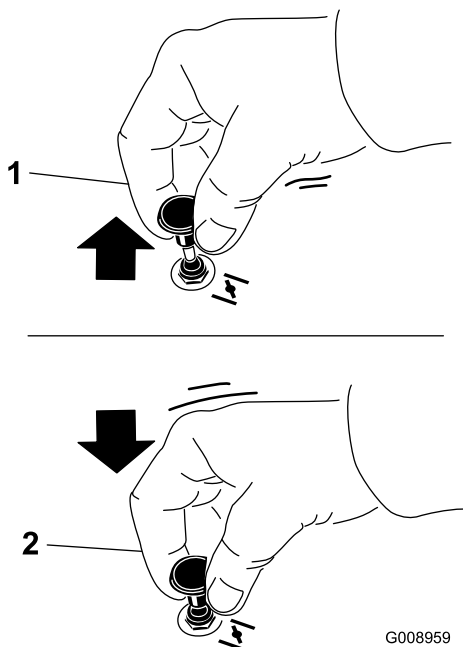

Figura 14
2. Tirate su la manopola dello starter per innestare lo starter prima di usare l'interruttore di accensione (Figura 14).
3. Spingete giù lo starter per disinnestarlo una volta acceso il motore (Figura 14).